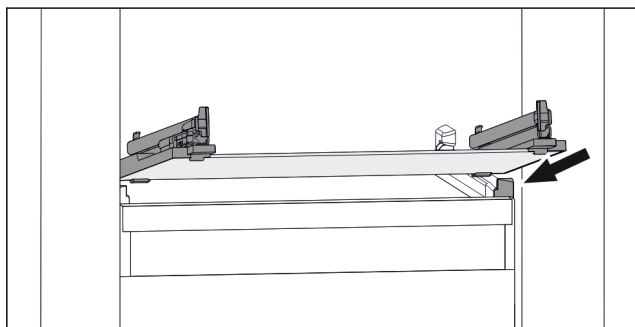

Fig. 140 Simbolična slika steklene plošče
- ▶ Stekleno ploščo postavite v poševnem položaju za zaustavljalniki. (glejte Fig. 140)